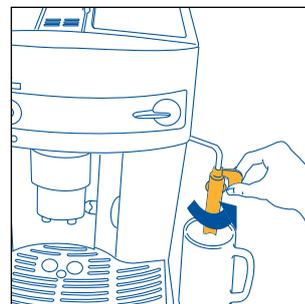
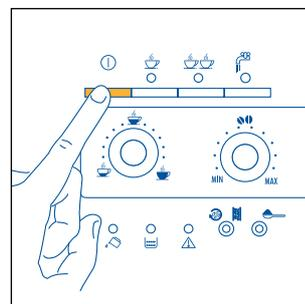
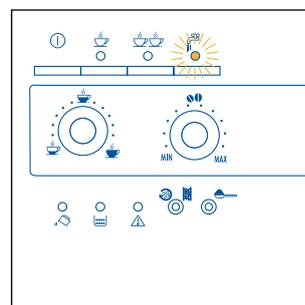

Fig.3
Fig.4
Fig.22
2. Tournez la buse à cappuccino vers l'extérieur, posez une tasse dessous (fig. 3) et mettez la machine en marche en appuyant sur la touche ① (fig.4).
- Tournez la buse à cappuccino vers l'extérieur de la machine (fig. 3).
- Posez une tasse sous la buse à cappuccino (fig. 3)
- Posez une tasse sous la buse à cappuccino (fig. 3). Tournez le robinet vapeur d'un demi-tour en sens inverse des aiguilles d'une montre (le voyant ☀ se met à clignoter fig. 22). Laissez couler un peu d'eau mélangée à la vapeur jusqu'à ce qu'il ne sorte que de la vapeur.